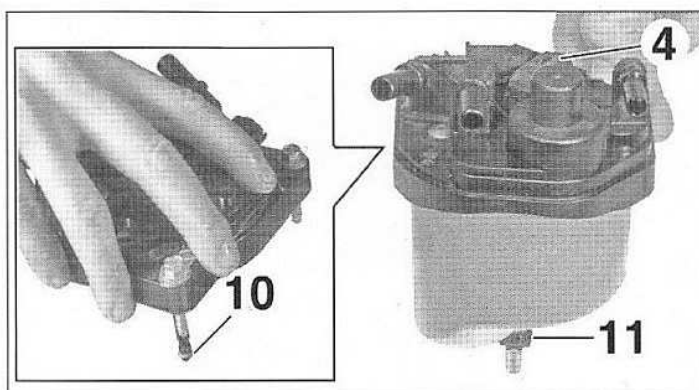

FIG.73
- Contrôler l'état du joint (10) de la vis de purge d'eau (4) (Fig.73).